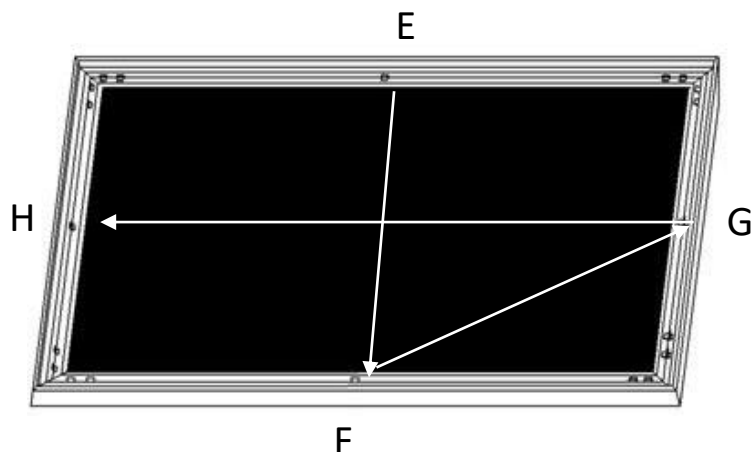

Fig.6
- (4) E→F→G→Hの順序で四辺の中央に固定プレートを差し込みます(図6)。